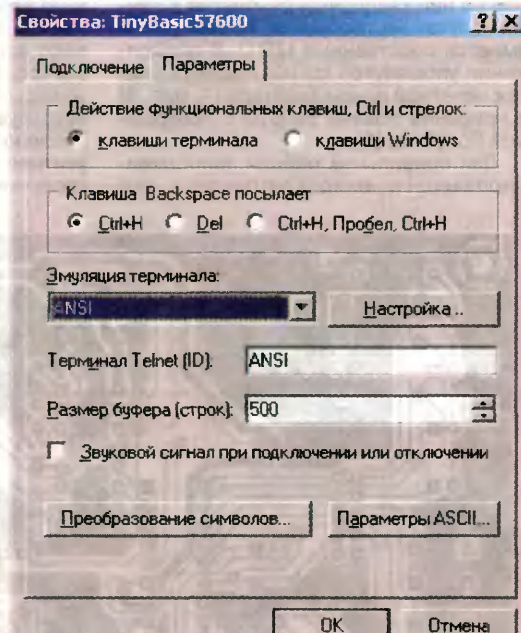

Рис. 7
Далее нужно открыть в окне терминала пункт меню **Файл→Свойства** и на закладке "Параметры" (рис. 7) установить эмулятор терминала ANSI или ANSIW, что позволит управлять цветом символов и позиционировать курсор. Нажав на экранную кнопку "Параметры ASCII", проверьте в открывшемся окне (рис. 8) наличие "галочки" у пункта "Дополнять символы возврата каретки (CR) символами перевода строк (LF)" в поле "Отправка данных в формате ASCII" и при необходимости поставьте ее.